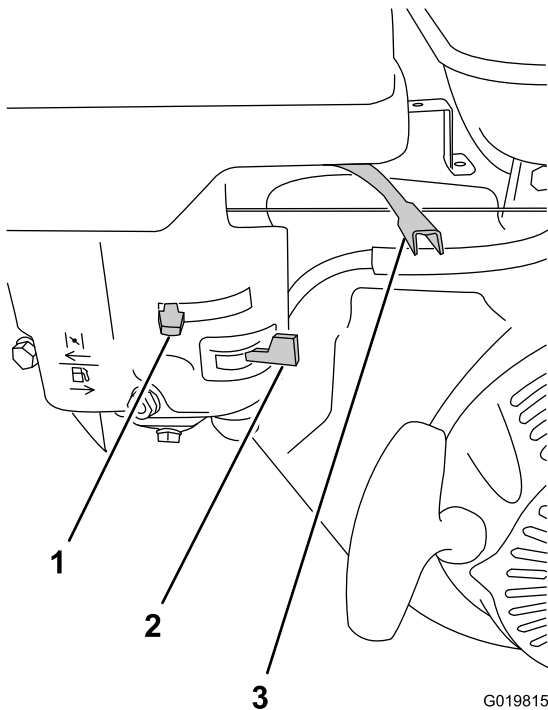

Figura 38
2. En el motor, mueva la palanca del acelerador 1/3 de la distancia entre la posición MIN y la posición MAX (Figura 38); consulte Palanca del acelerador (página 13).
3. Mueva la palanca de la válvula de combustible a la derecha, a la posición de totalmente Abierto (Figura 38); consulte (Válvula de combustible (página 12)).
- Para arrancar un motor frío, mueva la palanca del estérter a la izquierda, a la posición de totalmente Cerrado (Figura 38); consulte Palanca del estérter (página 13).
1. Mueva la palanca del acelerador a la posición de Lento (tortuga) (Figura 38).
3. Mueva la válvula de combustible a la posición de Cerrado (Figura 38) y gire el interruptor de encendido/apagado del motor a la posición de Apagado; consulte Interruptor de Encendido/Apagado del motor (página 13).